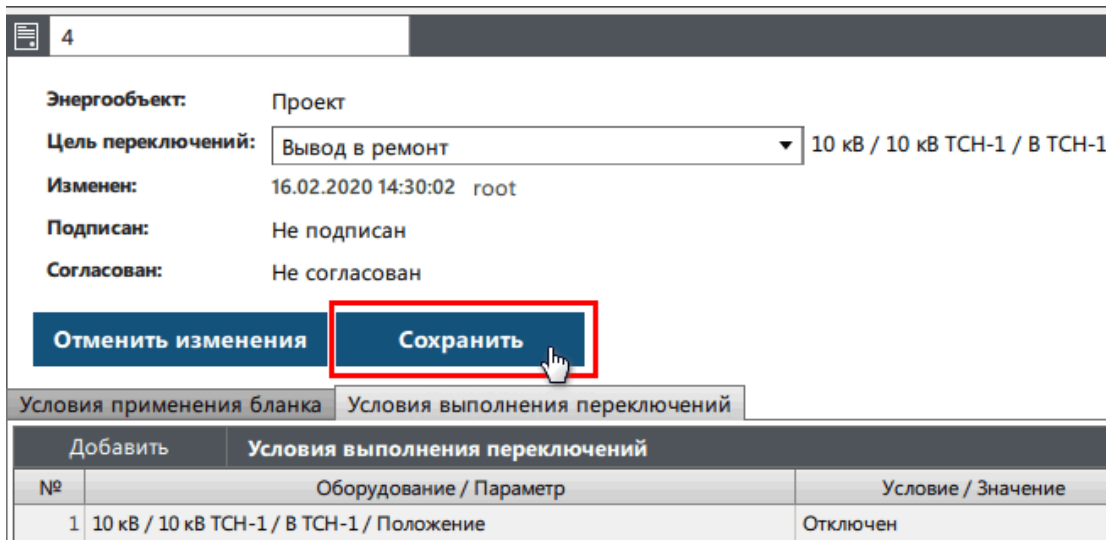

Рисунок 133 - Сохранение бланка
- 9. Проверьте бланк и нажмите **Сохранить** (Рисунок 133).